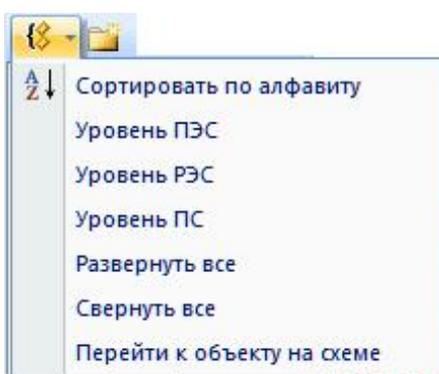

Рисунок 163 – Список возможных вариантов вывода списка ПС
- в меню кнопки  использовать команду «Перейти к объекту на схеме» (рисунок 163).
При нажатии левой клавишей «мыши» на кнопку  будет открыт список следующих возможных вариантов вывода списка ПС (рисунок 163):